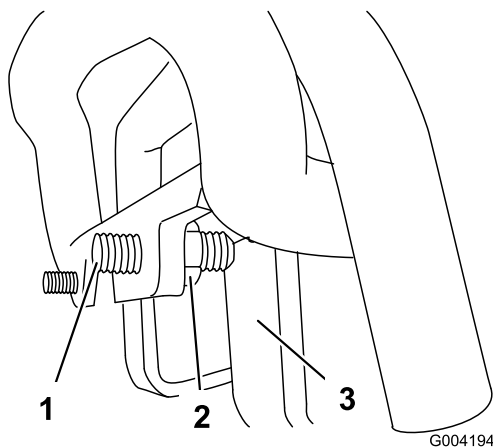

Figura 56
3. Dacă maina virează spre **stânga**, slăbii piulia de blocare din **dreapta** i reglai urubul de fixare de urmărire din partea din faă a comenzii traciunii (Figura 56).
4. Dacă maina virează spre **dreapta**, slăbii piulia de blocare din **stânga** i reglai urubul de fixare urmărire din partea din faă a comenzii traciunii (Figura 56).